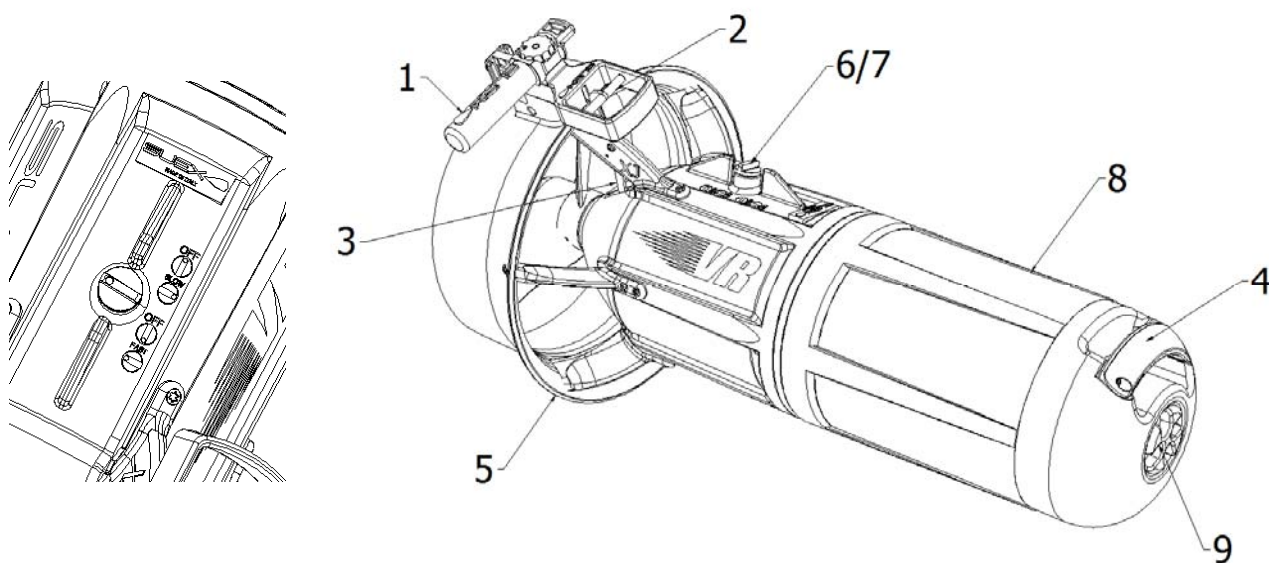

Figura 1
L'ADV è costituito da un corpo cavo perfettamente ermetico, dalla forma idrodinamica, vedi figura 1, all'interno del quale sono alloggiati il motore elettrico, le batterie ricaricabili ed il riduttore di velocità. All'esterno, posteriormente, sono presenti due maniglie di manovra (1), in una delle quali è integrato il grilletto (2) che, comandando un pistoncino magnetico (3), permette il controllo della rotazione dell'elica. Anteriormente, una maniglia in tessuto sintetico (4) viene utilizzata per la presa ed il sollevamento. All'estremità posteriore è situata l'elica (10) che girando genera la spinta propulsiva, quest'ultima è protetta da una fascia circolare radiale che costituisce il convogliatore di flusso (5). Sempre posteriormente sono presenti l'interruttore generale (6) che seziona l'alimentazione elettrica e la manopola di regolazione della velocità (7).